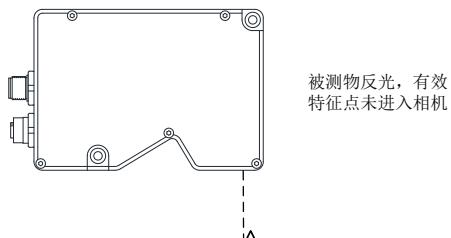
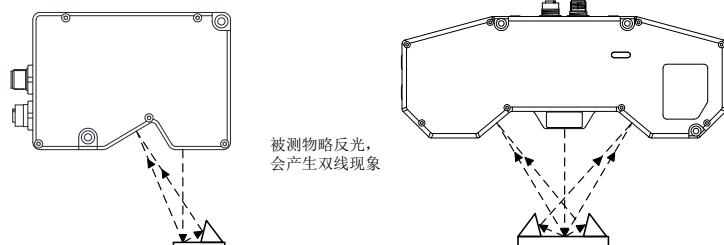

图3-7 镜面反光
图3-8 略反光
- 若被测物具有较严重的吸光、反光、透光等性质，可能会出现图像数据缺失、噪点引入、中心线提取不准确等现象，如图 3-7、图 3-8、图 3-9 所示。